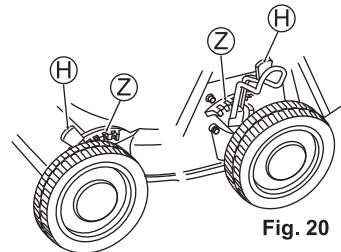

Fig. 20
2. Incline a alavanca de ajuste da altura de corte (H) em direção à lateral da roda, separando-a dos dentes (Z). (Veja as fig. 20 e 21)